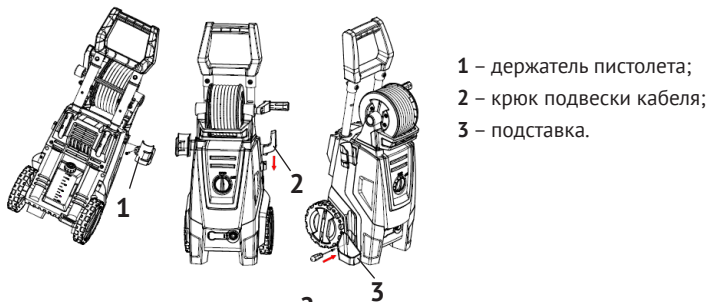

рис.2
7.1.1 Установка держателя пистолета, крюка и подставки, как показано на рис.2:
- установить на выступ корпуса и закрепить винтом держатель пистолета (рис.2 поз.1);
- вставить в пазы корпуса и установить на место (по стрелке) крюк (рис.2 поз.2);
- вставить в пазы корпуса и закрепить винтом подставку (рис.2 поз.3);